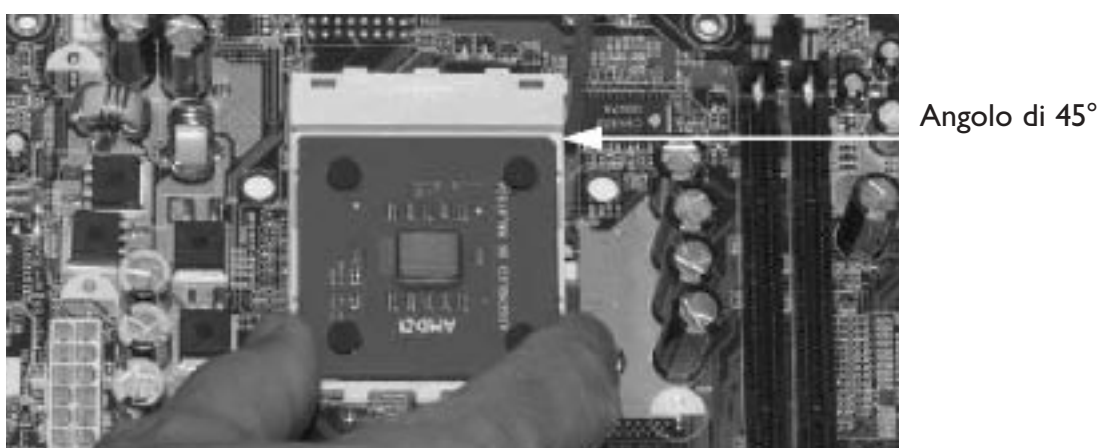

Figura 4. Inserimento del processore nel socket.
4. La Figura 4 mostra il processore inserito nel socket. Notare come l'angolo accanto al punto di rotazione della leva di rilascio sia di 45°. Ciò serve da riferimento per verificare che il processore sia stato installato correttamente.